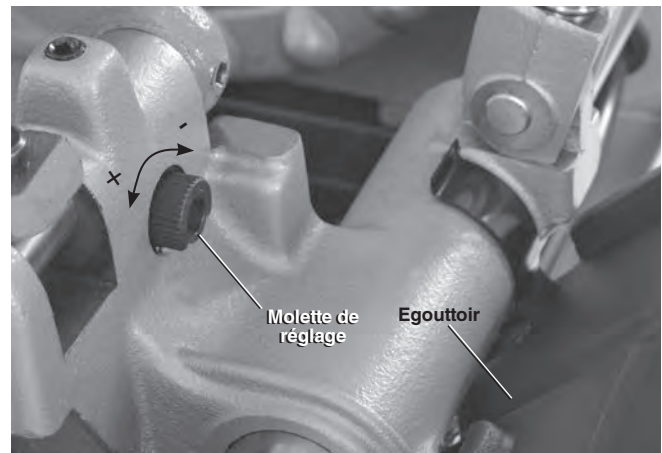

Figure 5 – Réglage du débit d'huile
11. Vérifiez le niveau d'huile de coupe RIDGID. Retirez le tiroir à copeaux et l'insert du carter d'huile pour vous assurer que le tamis d'huile est entièrement submergé. Reportez-vous au chapitre *Entretien du système de lubrification*. Si la machine est équipée d'un égouttoir, assurez-vous qu'il est positionné de manière à diriger l'huile qui retombe de la tête de filière vers le tiroir à copeaux (*Figure 5*).
- Rabattez la tête de filière, puis appuyez sur la pédale de commande et tenez-la appuyée le temps nécessaire pour évaluer le débit d'huile à travers la tête de filière avant de lever le pied. Le débit d'huile se règle à l'aide de la molette située sur le chariot (*Figure 5*). Tournez la molette en sens horaire pour diminuer le débit, et en sens antihoraire pour l'augmenter. Ne jamais modifier le débit d'huile en cours d'opération.